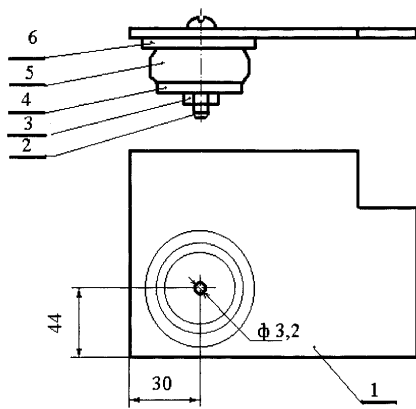

рис. 1
**Конструкция.** Для уменьшения электрических наводок от ВВТПН, которые выражаются в появлении некоторой махристости в нижней части сигнала калибровки, ПТ (рис.1, поз.5) устанавливаются на внутренней части крышки (рис.1, поз.1) экранированного отсека высоковольтного блока в его свободном объеме при помощи винта с гайкой М3 (рис.1, поз.2, 3) и прокладок из стеклотекстолита (рис.1, поз.4, 6) толщиной 1,5 мм.